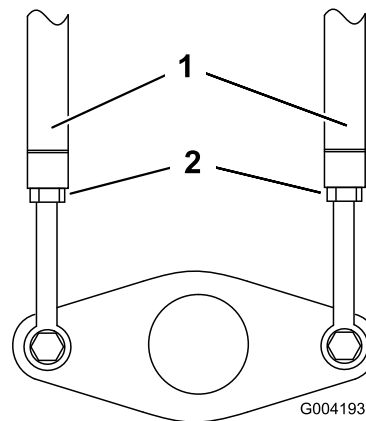

Figura 50
3. Afloje las contratuercas de las varillas de tracción, debajo del panel de control (Figura 50).